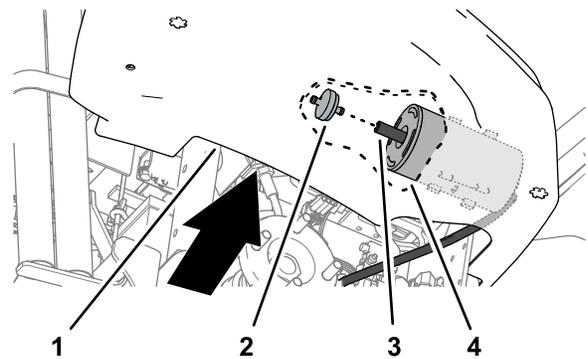

Bild 31
- Greifen Sie um die untere Kante der Konsole herum nach hinten und ziehen Sie den Aktivkohlefilter rückwärts heraus, aus dem Schlauch am Ende des Aktivkohlefiltereinsatzes (Bild 31).
- Setzen Sie einen neuen Aktivkohlefilter in den Schlauch am Ende des Aktivkohleeeinsatzes ein (Bild 31).